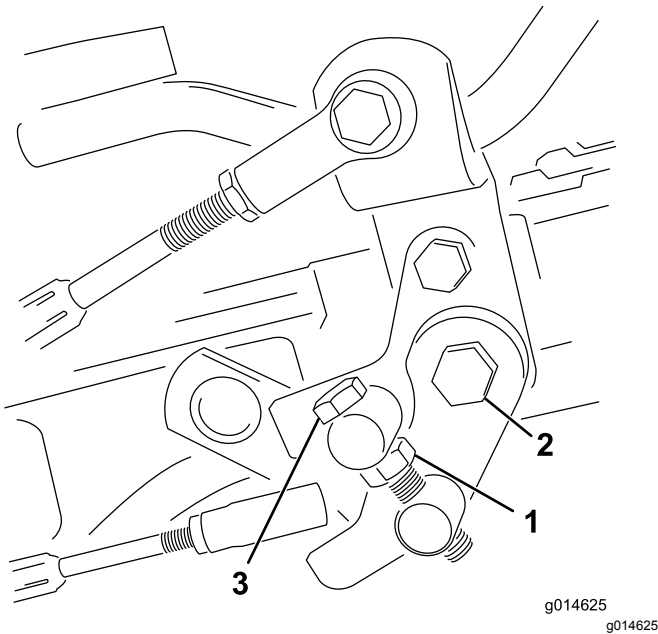

Bild 48
1. Lösen Sie die Klemmmutter an der Drehzapfenkopfschraube (Bild 48).
4. Ziehen Sie die Klemmmutter an der Drehzapfenkopfschraube und die Mutter am Pedalgelenk fest, um die Einstellung zu arretieren (Bild 48). Prüfen Sie die Einstellung und nehmen Sie ggf. eine weitere Einstellung vor.